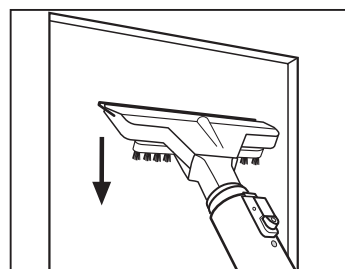

Fig. 11
- appuyer la racle en caoutchouc sur la surface et aspirer l'eau présente en effectuant des mouvements rectilignes verticaux vers le bas (Fig. 11).